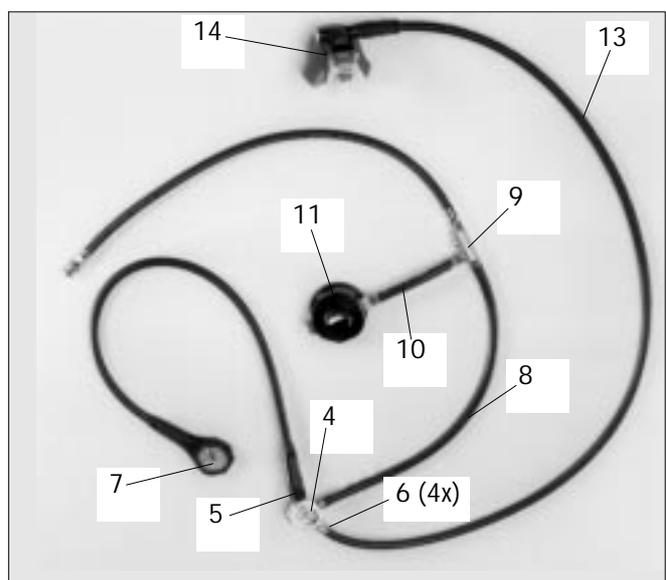

Bild 3.3 Pneumatik
Das Frischgas wird in einer Druckgasflasche (2) mit 200 bar Nennfülldruck bevorratet, die mit einem Spannungsgurt (3) im Hüftbereich befestigt ist. Der Fülldruck wird im Gerätedruckminderer (4) auf einen mittleren Druck von ca. 10,5 bar entspannt, über dem jeweiligen Umgebungsdruck. Vom Druckminderer (4) führt eine Hochdruckleitung zum Manometer (7), an welchem man den Flaschendruck bei geöffneter Druckflasche ablesen kann. Am Druckminderer sind zwei Mitteldruckschlauchleitungen (8, 13) angeschlossen, eine führt direkt zum Notlungenautomaten (14), während die zweite (8) zum Verteiler (9) führt, von dem wiederum zwei weitere Mitteldruckschläuche abgehen. Ein Schlauch (10) führt zum Bypassventil (11) und versorgt Frischgasdosierung und lungenautomatischen Bypass. Der Andere (12) führt zum Powerinflator (44) der Tarierblase (41) (Bild 3.3).